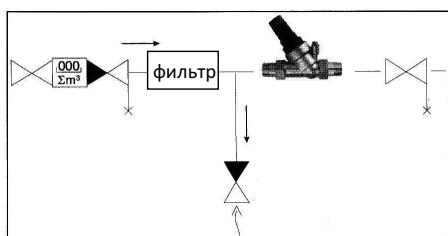

Рис.2.
Устанавливать в отапливаемом помещении. Для предохранения оборудования, подключаемого после редуктора, устанавливать предохранительные клапаны. Редуктор давления устанавливается между двумя запорными клапанами. На линии перед редуктором в направлении потока устанавливать бытовой фильтр (см. рис. 2).
Редуктор устанавливается на водопроводе холодной воды. Целесообразно устанавливать редуктор после водосчетчика, чтобы в системах холодной и горячей воды здания поддерживалось относительно одинаковое давление (см. схему монтажа на рис. 2).
При установке редуктора обратить внимание на стрелку с указанием направления потока, расположенную на корпусе! В зависимости от направления потока редуктор можно устанавливать пружинной крышкой (3) вверх или вниз. Манометр подсоединяется при этом к дну корпуса (см. рис. 2).